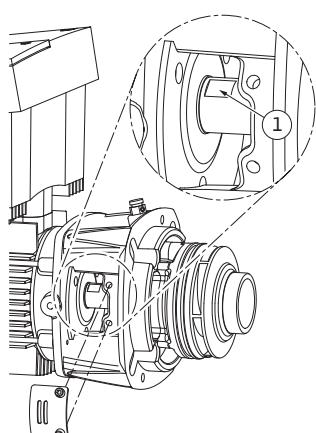

Fig.52: Miejsca przyłożenia klucza na wale
15. Wprowadzić w okienko latarni klucz płaski, optymalny rozmiar klucza 22 mm, i przytrzymać wał za miejsca przyłożenia klucza (rys. 52, poz. 1). Wykręcić nakrętkę wirnika (rys. 7, poz. 15). Wirnik (rys. 7, poz. 16) zostaje automatycznie zdjęty z wału.
- 24. Podczas montażu wirnika wprowadzić w okienko latarni klucz płaski, optymalny rozmiar klucza 22 mm, i przytrzymać wał za miejsca przyłożenia klucza (rys. 52, poz. 1).